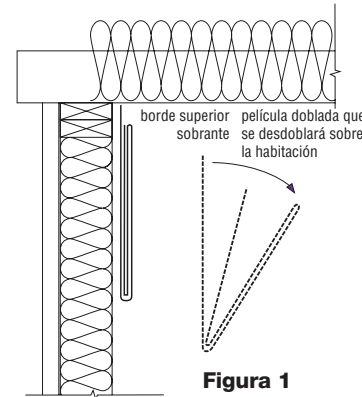

Figura 1
5. Una vez que haya engrapado la esquina opuesta, deje que la hoja doblada se desdoble hacia el piso (Figura 1).
6. Tire de la hoja hacia abajo y engrape a la placa inferior del umbral. Luego engrape a intervalos de 12"-24" a lo largo de cada soporte. Debe tratar de eliminar todas las arrugas a lo largo de la superficie del soporte para facilitar la instalación posterior del muro de acabado. (vea Figura 1.)